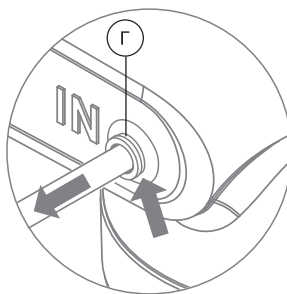

Рис. 19
2. Нажмите на пластиковую цангу (Г) у основания (рис. 19).
3. Вытягивайте пластиковую трубку, удерживая пластиковую цангу (Г) прижатой (рис. 19).